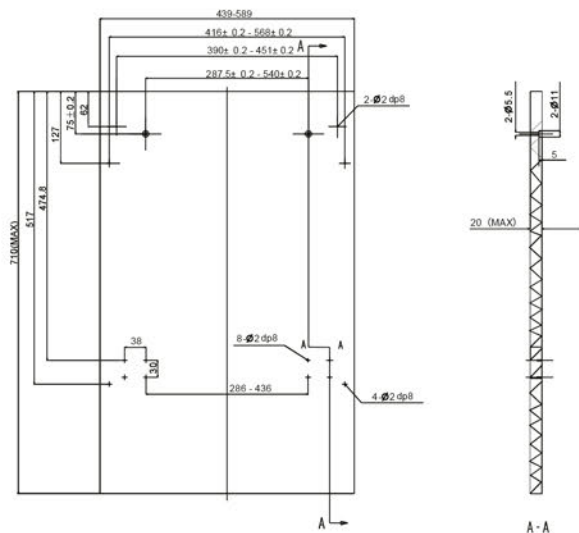

Рис. 3
1. Установите внешнюю панель (рис. 3). Внешняя панель должна соответствовать размерам, приведенным на рисунке.